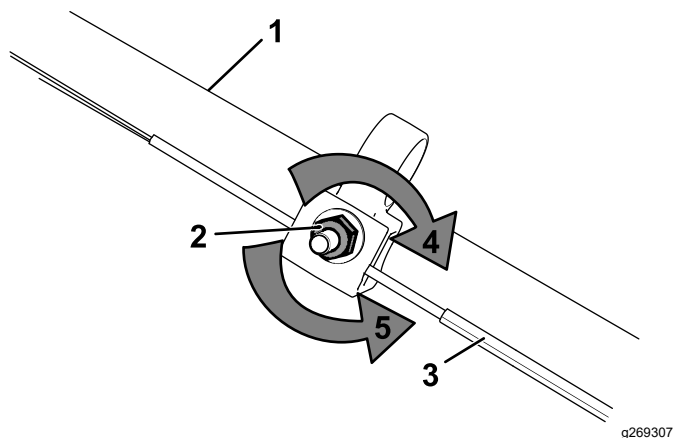

Figura 27
1. Gire la tuerca de ajuste en sentido antihorario para aflojar el cable (Figura 27).
- Ajuste la tensión del cable (Figura 27) tirando del mismo hacia atrás o empujándolo hacia adelante, y manténgalo en esa posición.